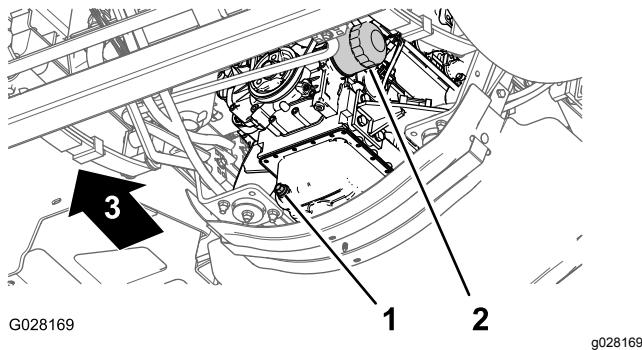

Bild 72
- Fluchten Sie eine Auffangwanne unter dem Motorölfilter aus (Bild 72).
- Entfernen Sie den alten Ölfilter (Bild 72).
die Gummidichtung den Filteradapter berührt. Ziehen Sie den Filter dann um eine weitere halbe Umdrehung an (Bild 72).
- Stellen Sie eine Auffangwanne unter die Ablassschraube (Bild 72).
- Nehmen Sie die Ablassschraube ab und lassen Sie das Öl vollständig ablaufen (Bild 72).